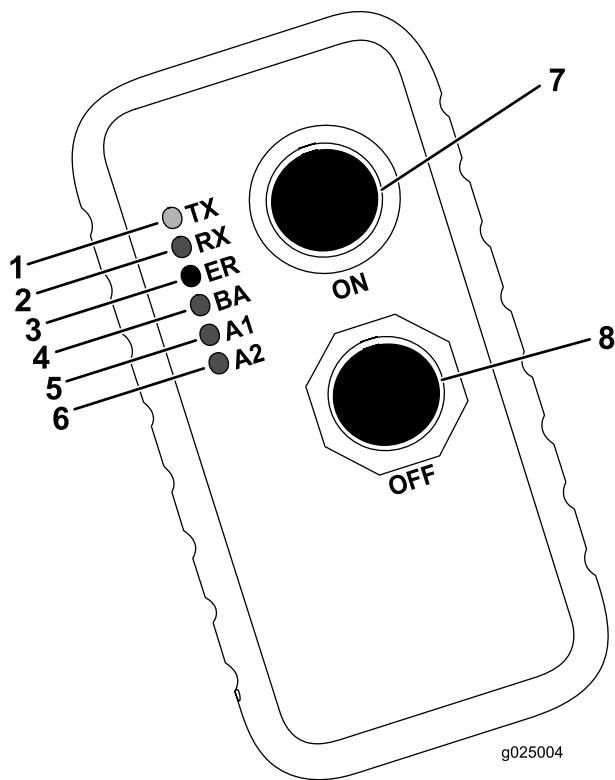

Рисунок 61
В следующей таблице перечислены различные режимы работы световых индикаторов ручного пульта (Рисунок 61) и их значения:
4. Одновременно нажмите и держите кнопки «Вкл.» и «Выкл.» (Рисунок 61).
5. Непрерывно удерживайте нажатыми кнопки «Вкл.» и «Выкл.» до тех пор, пока не начнет мигать зеленый световой индикатор передачи (TX) (Рисунок 61).
6. Включите машину, продолжая держать нажатыми кнопки «Вкл.» и «Выкл.» (Рисунок 61).
7. Отпустите кнопки «Вкл.» и «Выкл.» (Рисунок 61).